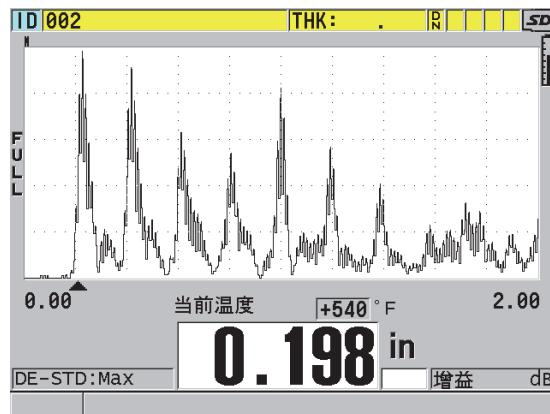

图 10-19 温度补偿数据的显示
4. 按 [**测量**] 键，返回到测量屏幕，此时温度补偿已激活（参见第 165 页的图 10-19）。